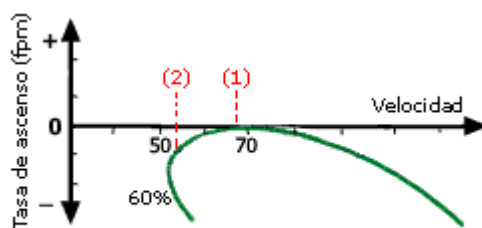

Fig.1.10.7 - Efecto secundario de tirar de "cuernos".
En la fig.1.10.7 vemos esto reflejado. Estamos volando a 68 nudos con una potencia algo baja, y tiramos de cuernos (1); como siempre, la velocidad decrece, p.ejemplo hasta 52 nudos, y ascendemos unos pies. Pero con esta nueva velocidad entramos en descenso, o lo que es peor, en pérdida (2).